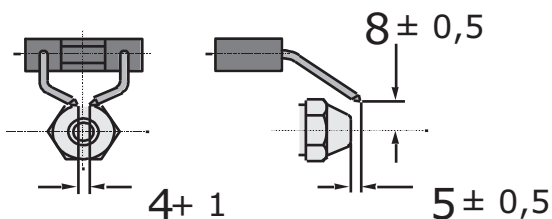

Abb. 506
- Lichten Abstand der Elektrodenspitzen zur Zerstäuberdüse prüfen (siehe Abb. 506) und ggf. einstellen.
- Lichten Abstand zwischen den Elektroden prüfen (siehe Abb. 506) und ggf. einstellen.